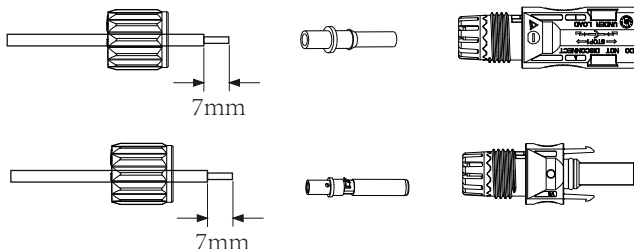

Fig. 5.3 Demontați piulița capacului conectorului
a) Decupați izolația firului fotovoltaic cu 7 mm, demontați piulița capacului conectorului, introduceți un fir fotovoltaic prin piulița capacului conectorului (consultați Fig. 5.3). Repetați această operațiune cu toate firele fotovoltaice, acordând o atenție deosebită polarității lor din conector.